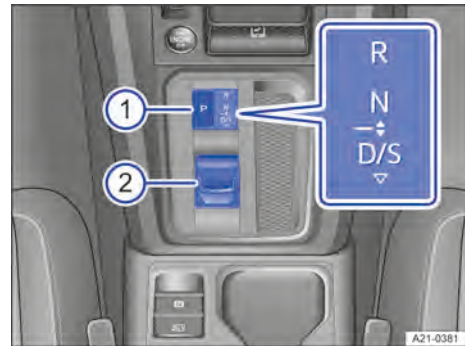

Fig. 103 Levier sélecteur de la transmission automatique avec touche de frein de parking
Lorsque le contact est mis, le rapport sélectionné apparaît sur l'afficheur du combiné des instruments et dans la partie inférieure de la console centrale → fig. 103.
Pour engager le frein de parking, appuyez sur la touche **P** → fig. 103 ①.
Pour commuter entre les rapports **D** et **S**, donnez une légère impulsion au levier sélecteur vers l'arrière → fig. 103 ②.